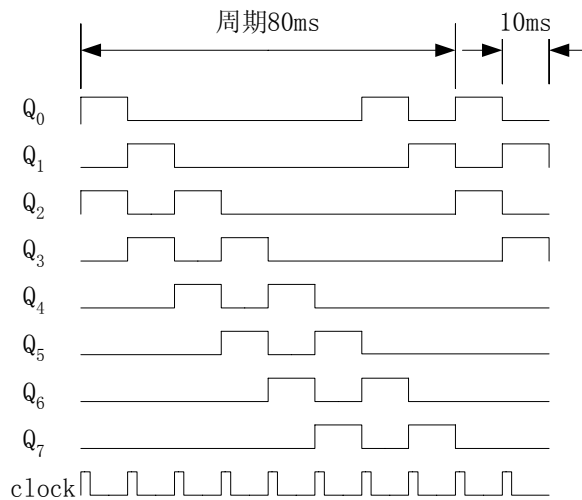

图 2 重复输出循环移位逻辑序列 00000101
能产生 8 路可预置的循环移位逻辑信号序列，输出信号为 TTL 电平，序列时钟频率为 100Hz，并能够重复输出。逻辑信号序列示例如图 2 所示。
- 4、题中涉及的“字”均为多位逻辑状态。如图 2 中纵向第一个字为一个 8 位逻辑状态字（00000101），而发挥部分中的 3 级触发字为 2 位逻辑状态。